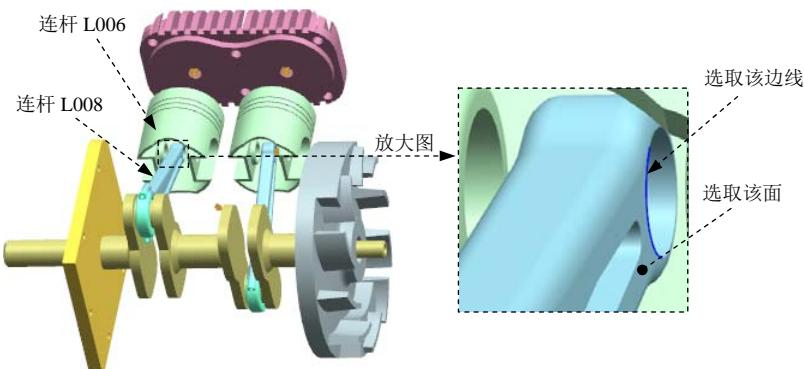

图 10.4.18 定义柱面副（二）
(1) 选择连杆。选取图 10.4.18 所示的连杆 L008。
(2) 定义原点及矢量。在“运动副”对话框的 **指定原点**下拉列表中选取“圆弧中心” 选项，在模型中选取图 10.4.18 所示的圆弧为定位原点参照；选取图 10.4.18 所示的面作为矢量参考面。
(3) 添加啮合连杆。在“运动副”对话框的**基本**区域中选中 **啮合连杆**复选框，单击**选择连杆 (0)**，选取图 10.4.18 所示的连杆 L006。
取“圆弧中心”选项，在模型中选取图 10.4.18 所示的圆弧为定位原点参照；选取图 10.4.18 所示的面作为矢量参考面。